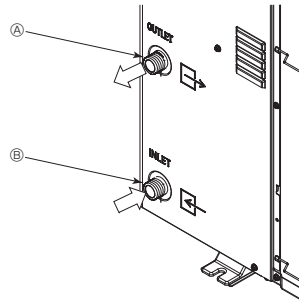

Fig. 6-1
6.1. Tilslutning af vandledninger (Fig. 6-1)
- Ind- og udgangsrørenes placering er vist på Fig. 6-1.
[Fig. 6-1]